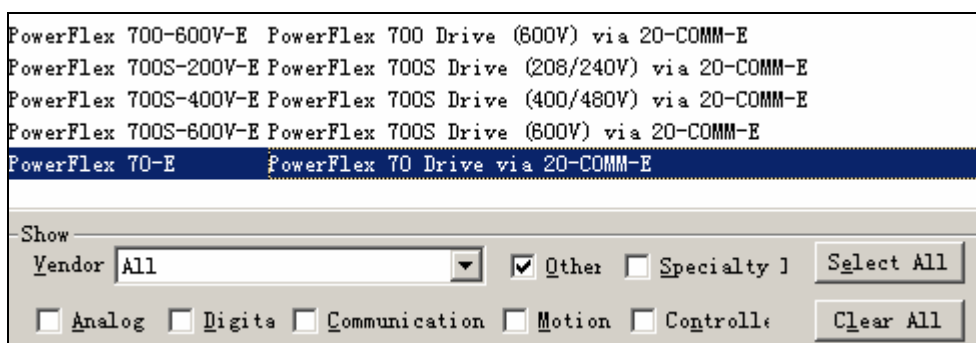

图 4-81 选择模块类型
11. 选择模块类型，如图 4-81 所示，选择 PowerFlex 70-E，PowerFlex 70 变频器通过 20-COMM-E 通讯卡接入 EtherNet/IP 网络。